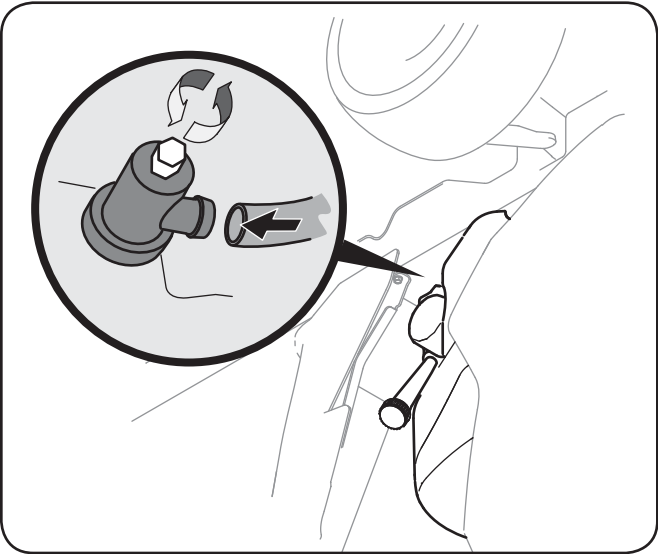

Figure 6-1
5. Ouvrez le bouchon de vidange d'huile en desserrant le boulon sur le côté du bouchon. Voir Figure 6-1.